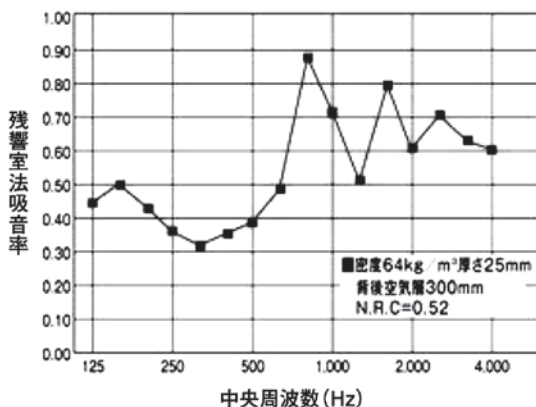

図5 残響室吸音率データ
2.2.2 F-PV 不透明塩化ビニール張り(写真15, 図5)